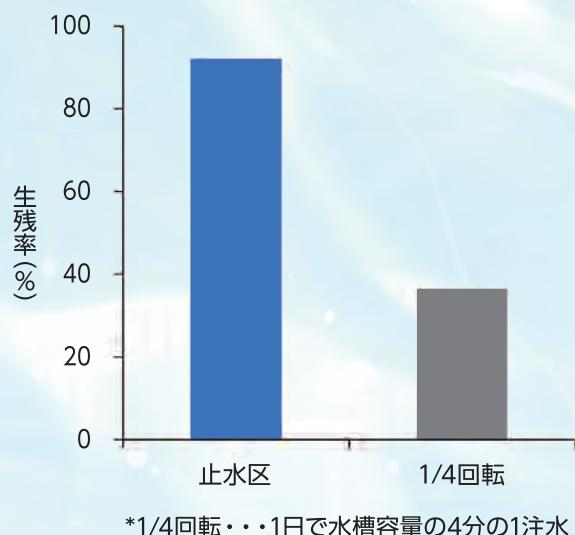

図8 ワカサギ仔魚の生残と飼育水の循環との関係
- 21日間の飼育実験の結果、止水区でワカサギの生残率が高まりました(図8)。